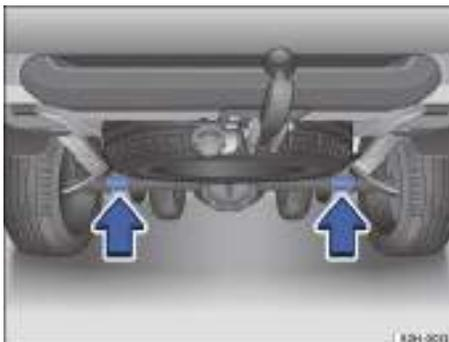

Fig. 200 Puntos de apoyo para el crique en la parte trasera.
Coloque el crিকে únicamente en los puntos de apoyo que se indican → fig. 200 (flechas).
6. Asegúrese de que el crিকে se encuentre debajo de las zonas marcadas en la parte delantera → fig. 198 o trasera → fig. 200.